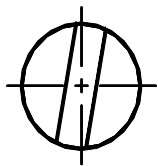
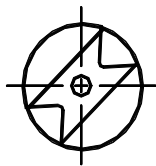

图 6
图 7
8、电操的外壳带有“自动/手动”活门，并附有操作标记。当活门处于“自动”位置时，控制电源自动接通，可进行电动操作。当活门处于“手动”位置时，可插入手动手柄进行手动操作。此时控制电源自动切断。手动操作时，旋转角度应达到 180° 左右，以便使内装的微动开关正确定位，为随后的电动操作作准备工作。（如果不足 180° ，则原来手动分闸后，电动时需先分后合，而原来手动合闸后，电动时需先合后分）。对 CD2-63 ~ 250 其分合闸后的手柄槽位置见图 6。对 CD2-400 ~ 1250 则手柄槽位置见图 7。